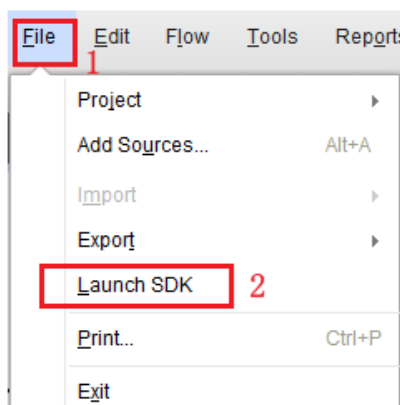

图 1-14 进入 SDK 软件
2. 进入 SDK 软件，点击 File->Launch SDK，如下图 1-14 所示。